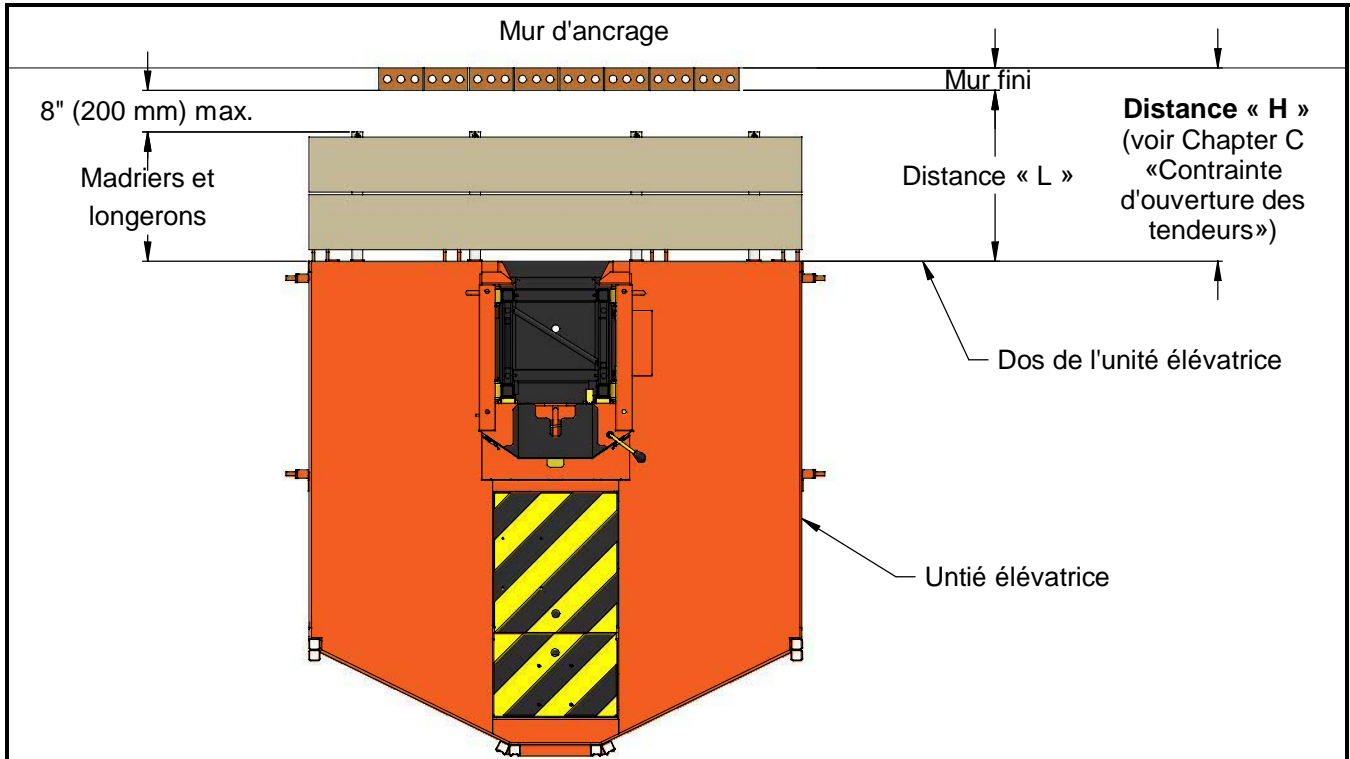

Figure B.7
Étape 2 (voir Figure B.7 et B.10)
- 3- Mesurer avec précision la distance « L » entre l'unité élévatrice et le mur fini. (voir Figure B-7)